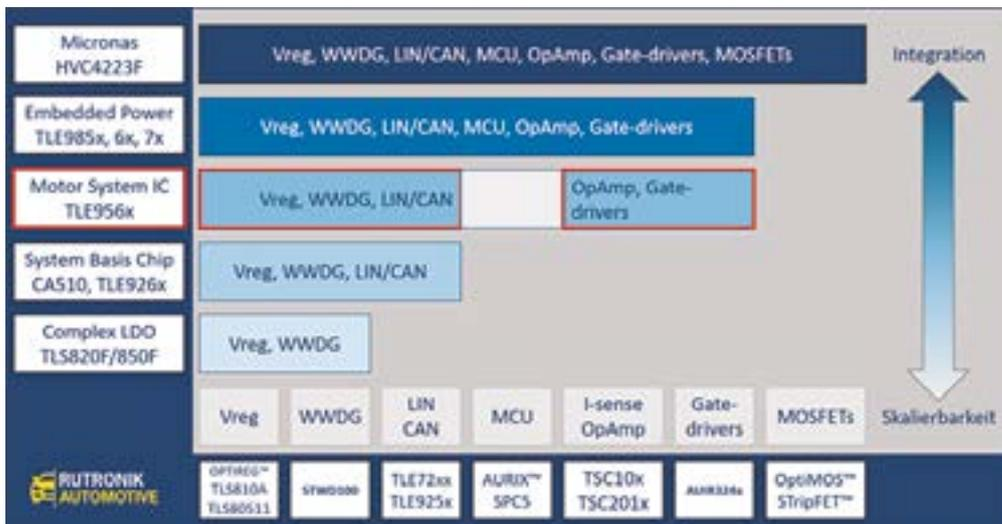

Figura 1. Integración vs. escalabilidad, con todos los datos de los componentes de ejemplo: Rutronik.
Todo funciona gracias a los motores auxiliares, algunas veces independientemente del motor primario si la eficiencia lo demanda. Los requisitos van desde consumir unos pocos vatios hasta llevar la batería del vehículo al límite. Los motores también necesitan ser pequeños y asequibles. La Figura 1 muestra un buen número de componentes de los sistemas de control de motor. El HVC4223F de Micronas es el líder del mercado en lo que se refiere a nivel de integración. Las construcciones discretas con circuitos integrados (CI) separados como reguladores de tensión, microcontroladores,